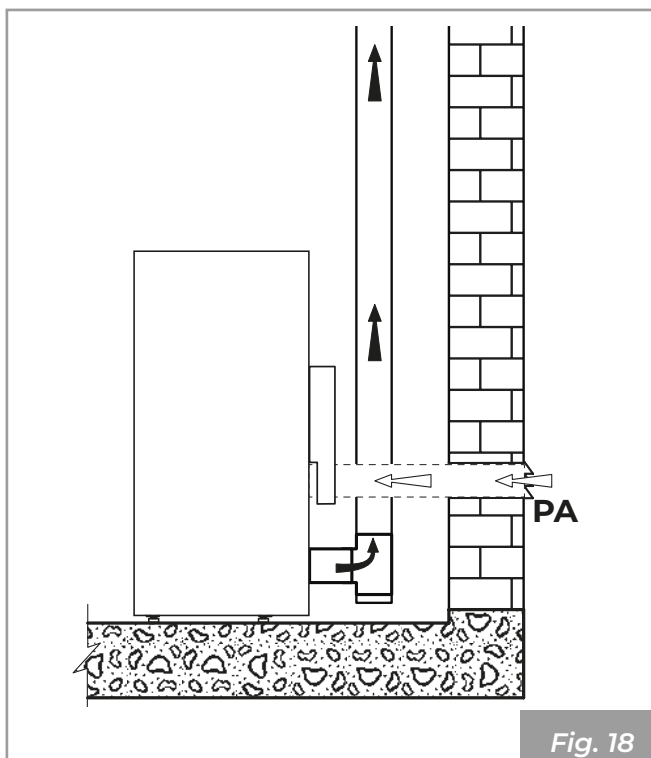

Fig. 18
- il peut provenir du lieu d'installation ou de pièces voisines (**Fig. 18**)
Réaliser la prise d'arrivée d'air sur la paroi (**Fig. 18 - PA = Prise d'Air**), et faire en sorte que l'appareil soit libre de prélever de l'air dans l'environnement ambiant.